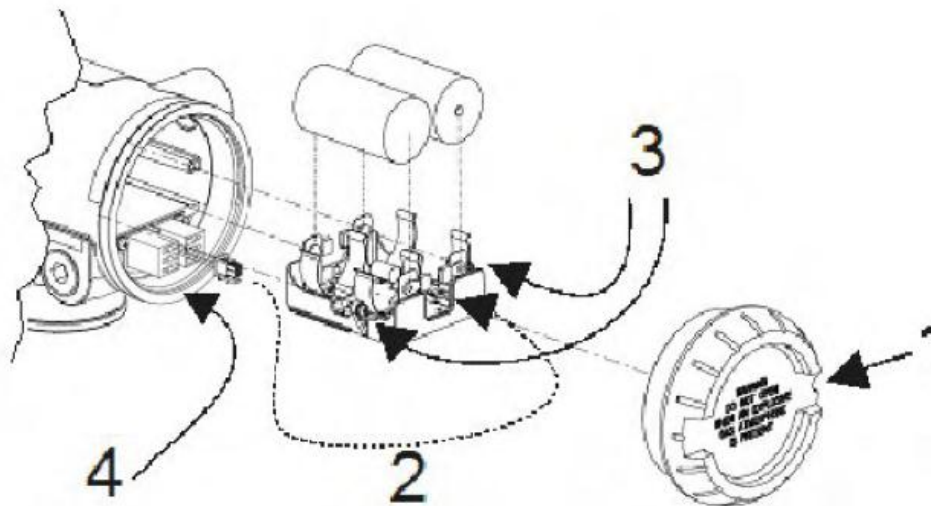

Figura 11 – Substituição da placa do terminal
2	Soltar o parafuso de fechamento M3 da tampa da extremidade da bateria (extremidade oposta do visor). Ver item 1, na Figura 11. Desparafusar e remover a tampa da extremidade.
3	Usando o dedo polegar e o dedo indicador, pressione o conector da bateria nas extremidades superior e inferior para soltar o mecanismo de travamento e, em seguida, puxar para desconectar. Ver item 2, na Figura 11.
4	Soltar os dois parafusos de retenção do porta-bateria (mais perto das baterias). Ver item 3, na Figura 11. Esses parafusos são prisioneiros.
| 7 | Remover e guardar os 3 parafusos que fixam a placa do terminal ao alojamento. Tomar cuidado, pois esses parafusos não são prisioneiros. Ver item 4, na Figura 11. |